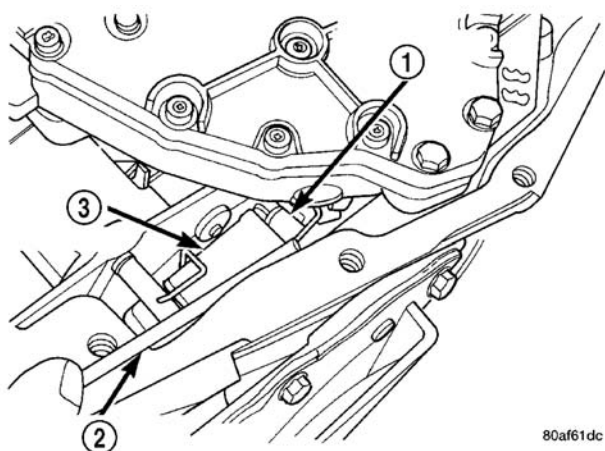
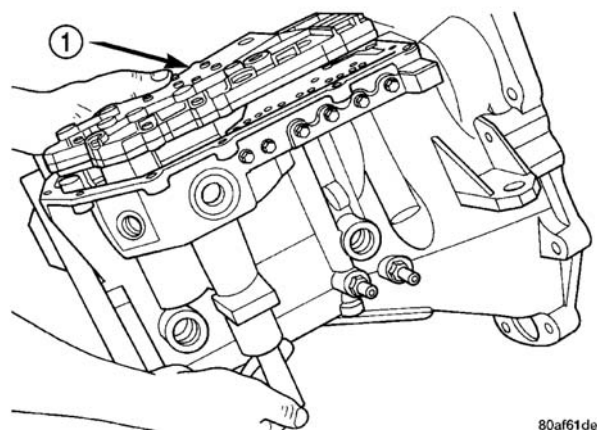

图 351 从导向支架上推驻车杆滚子
图 352 阀体拆卸/安装
(9) 从导向支架拆下驻车杆滚子和从变速驱动桥上拆下阀体（图 351）（图 352）。